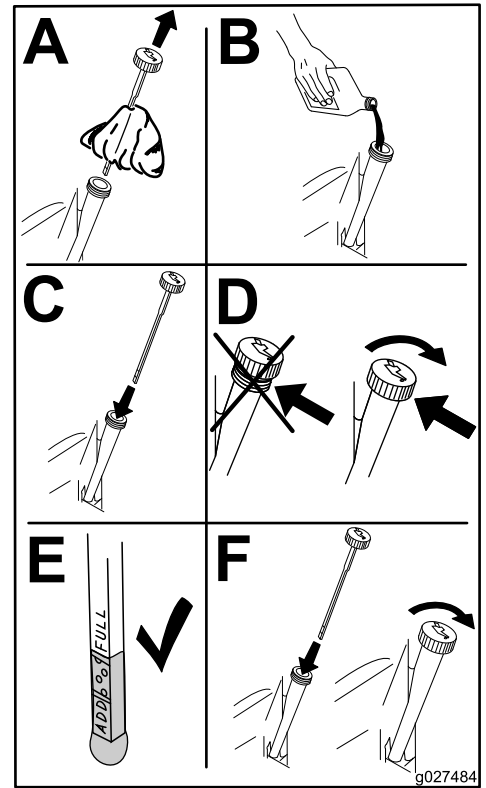

Figura 33
6. Vierta lentamente un 80% aproximadamente del aceite especificado por el tubo de llenado, luego añada lentamente el resto del aceite hasta que llegue a la marca de **Lleno** (Figura 33).